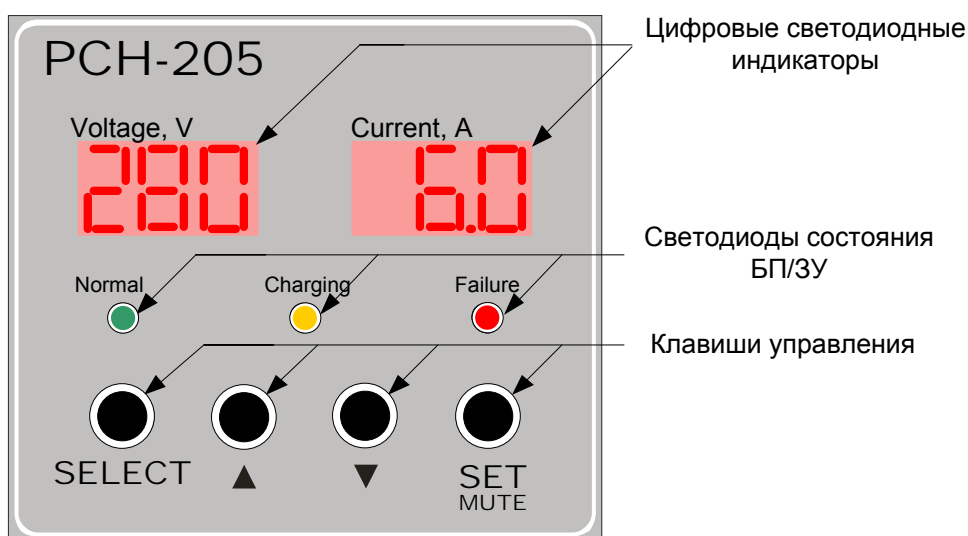

Рисунок 6 Расположение органов управления и индикации БП с встроенным управлением.
В исполнении устройства со встроенным управлением» предусмотрены следующие органы управления и индикации: клавиши управления, три светодиода, индицирующих состояние и режим работы устройства, два цифровых светодиодных индикатора (смотрите Рисунок 6).
3. Светодиоды Failure, Normal, Charging предназначены для индикации текущего режима работы БП. (смотрите Рисунок 6, Таблица 5).